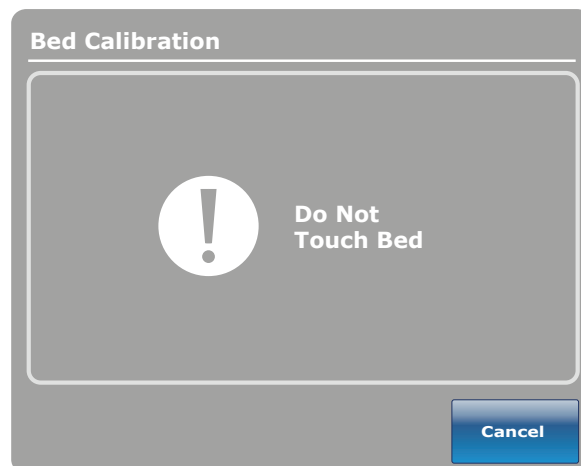

Figure 8 : Écran «Ne pas toucher au lit»
6. Appuyez sur le bouton  une fois terminé. L'écran «Ne pas toucher au lit» s'affiche alors tel qu'illustré à la Figure 8.